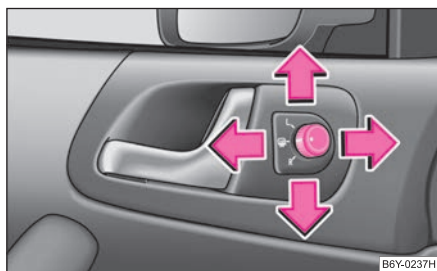

Fig. 45 Contre-porte:
- Faites tourner le bouton sur la position  ⇒ fig. 45.